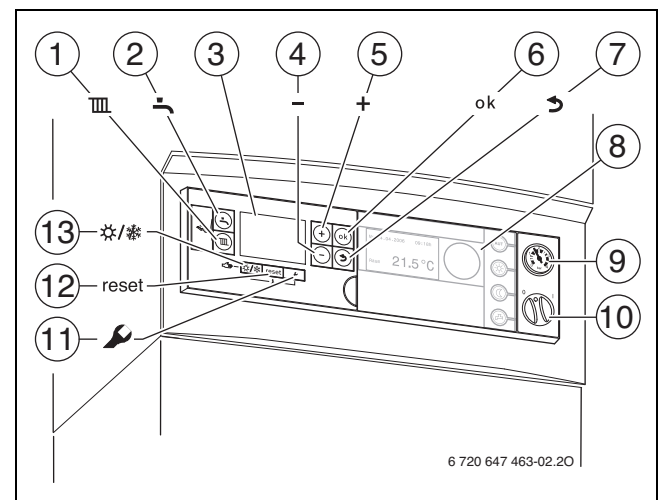

Bild 5
- Bedieneinheit RC35 im Gerät eingebaut, → Bild 5, [8].